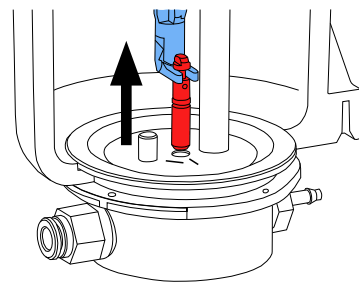

図 11
- 流入ノズルを工具でしっかりと保持して、上に引っ張って下さい（図 11）。